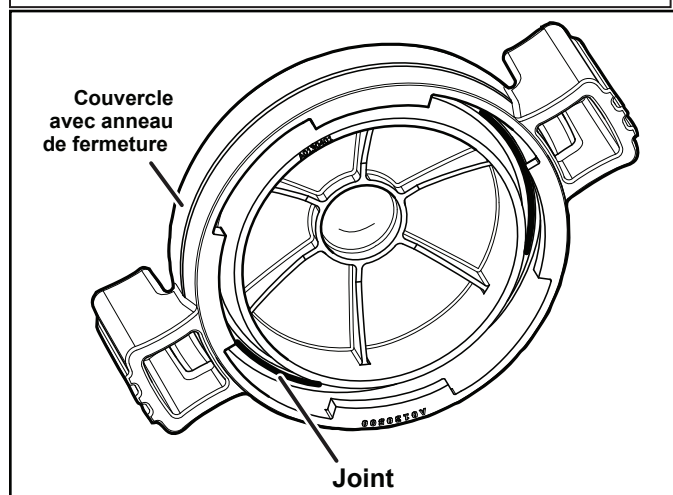

Figure 14. Joint torique dans l'ensemble couvercle
4. En suivant les inscriptions sur l'anneau de fermeture, tourner l'anneau selon le sens antihoraire jusqu'à ce que le repère « START » s'aligne sur les ports. Voir les figures 14 et 15.